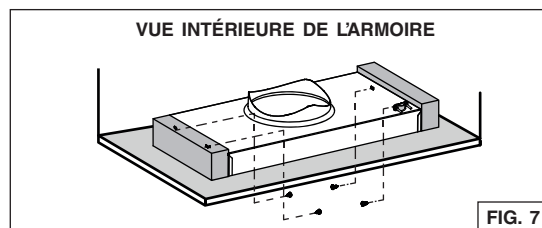

FIG. 7
5. Insérer la hotte dans l'armoire (Fig. 7) et la fixer aux blocs de bois installés précédemment à l'aide de (4) vis à bois incluses dans le sachet de pièces (2 vis par côté).